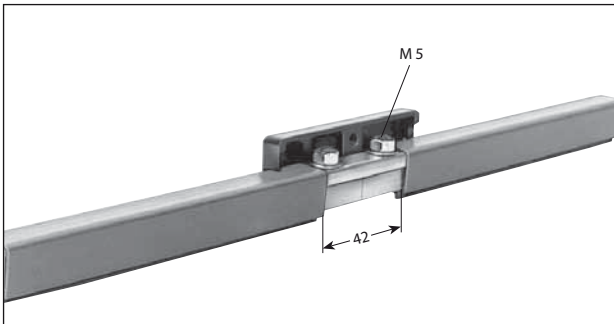

Bild 5: Verbinder UV 15 K 4, offen
- Isolierprofil auf dem Stromschienenprofil so weit zurückschieben, dass an beiden Enden das Leiterprofil gleichmäßig übersteht (Bild 5).